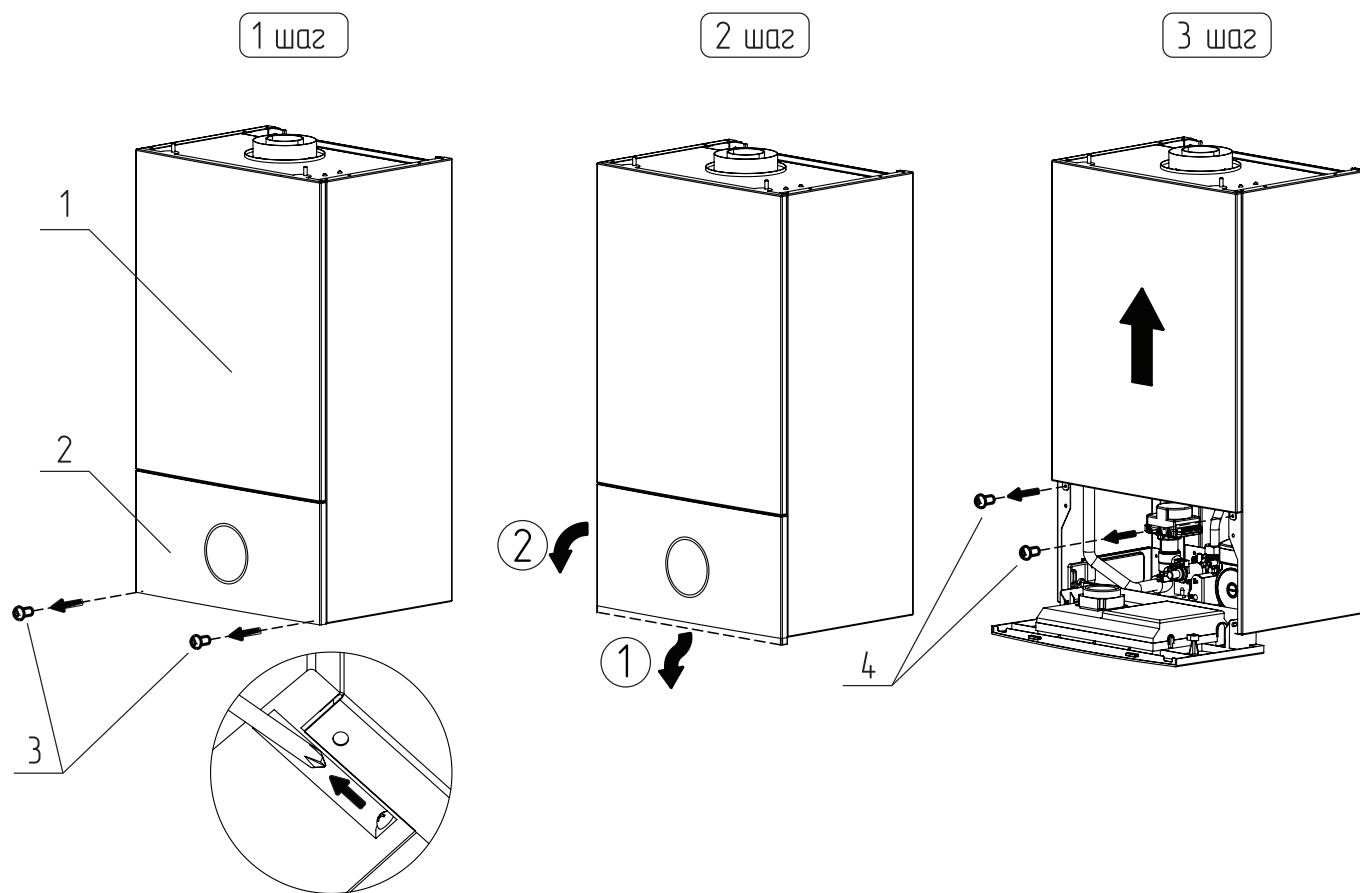

Рис. 17 Открытие крышки котла, доступ к коммутации панели управления
1. Отвинтите 2 винта (Рис. 17, поз.3) в нижней части панели управления (Рис. 17, поз.2);
3. Отвинтите винты фиксации передней крышки (Рис. 17, поз.4) и потяните крышку для снятия.